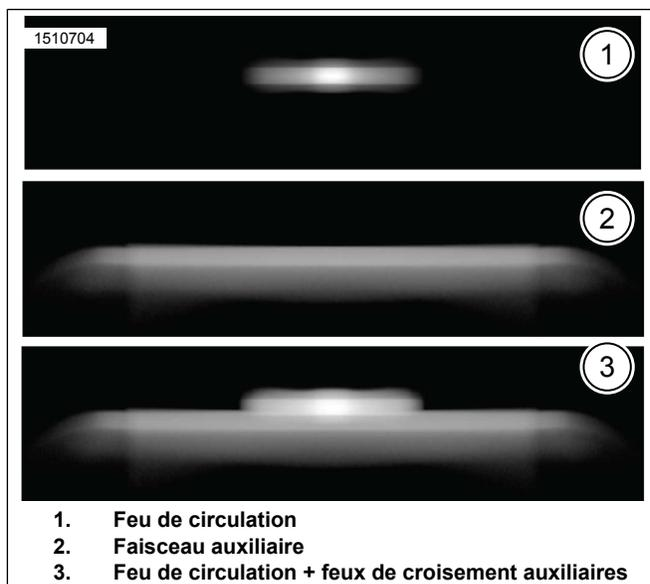

Figure 12. Installation des feux auxiliaires
- c. Voir la figure 12. Allumer les feux de croisement auxiliaires, aligner les trois faisceaux lumineux.